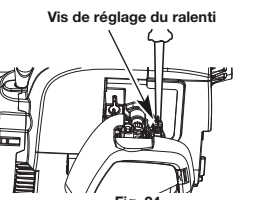

Fig. 24
2. Relâchez la manette des gaz et laissez le moteur tourner au ralenti. Si le moteur s'arrête, utilisez un petit tournevis cruciforme pour tourner la vis de réglage du ralenti dans le sens des aiguilles d'une montre, de 1/8e de tour à la fois (autant de fois que nécessaire), jusqu'à ce que le ralenti du moteur soit régulier (Fig. 24).
3. Si la vitesse de ralenti du moteur vous semble trop rapide, tournez la vis de réglage du ralenti dans le sens inverse des aiguilles d'une montre, de 1/8e de tour à la fois (autant de fois que nécessaire) afin de réduire la vitesse de ralenti (Fig. 24).